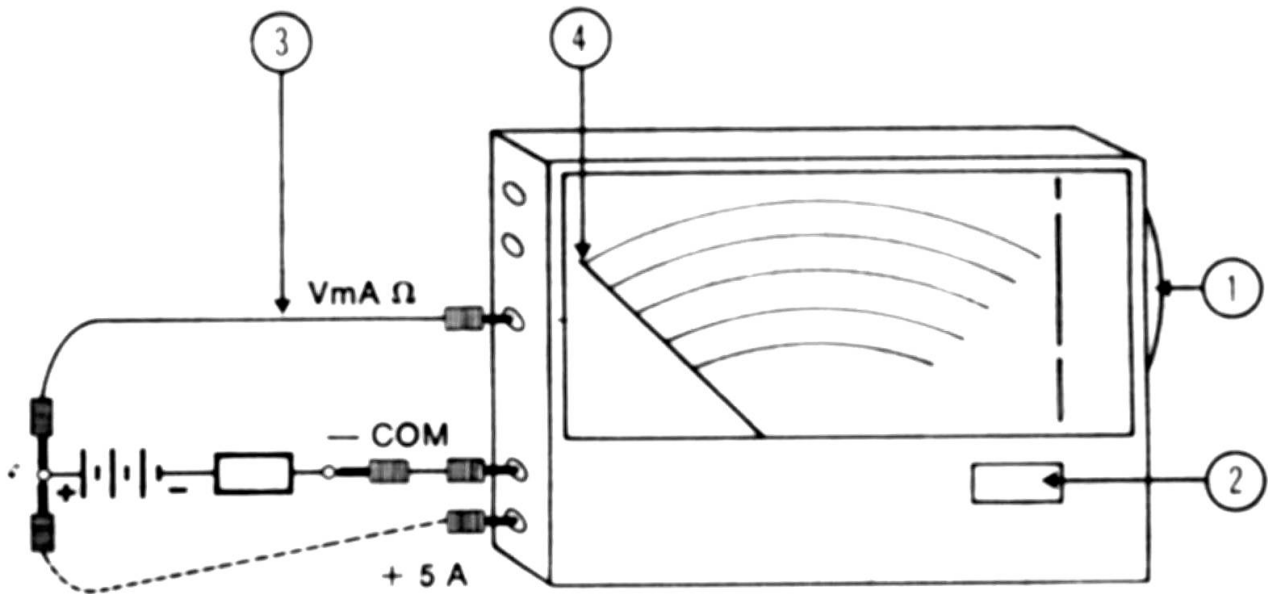

Fig. 9
- Agir sur le sélecteur latéral (1) pour afficher le calibre désiré dans la fenêtre (2).
- Respecter la polarité indiquée sur la figure 9 en branchant les cordons de mesure (3) : d'une part sur le contrôleur (les douilles de mesure sont rappelées sur le cadran), d'autre part sur la source d'intensité continue.
- Lire la valeur mesurée (4) selon les instructions du tableau ci-après :
- Effectuer le branchement entre les douilles COM— et + 5 A comme indiqué en pointillé Fig. 9.